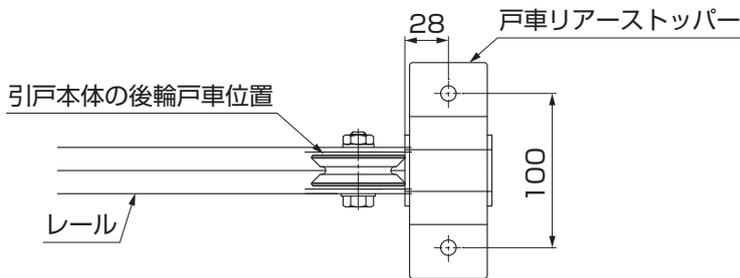

図8-3
③引戸本体を開けた状態で引戸本体の戸車の後輪の位置にあわせて戸車リアストッパーを位置合わせしてください。(図8-3参照)